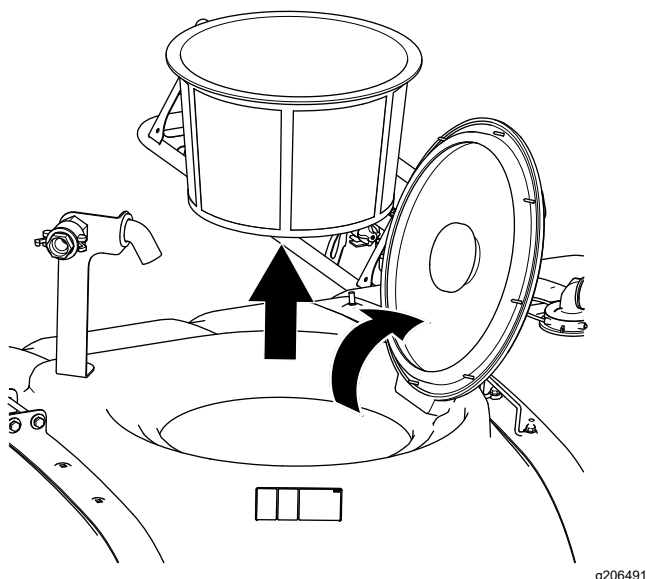

図 16
1. タンクの蓋を開けてストレーナバスケットを取り外す 図 16。